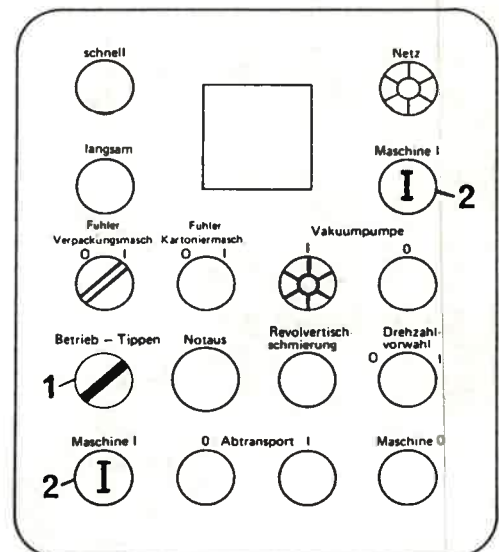

Bild 191
4. Wahlschalter „Betrieb-Tippen“ (Bild 191/1) auf „Tippen“ schalten und Maschine durch gleichzeitiges Tippen der Taster „Maschine I“ (Bild 191/2) so lange laufen lassen, bis Päckchen mit Untergewicht abgefüllt werden.